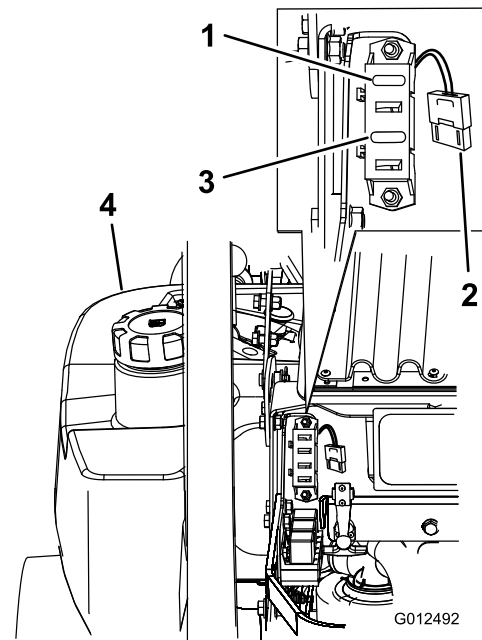

Figure 71
1. Déverrouillez et soulevez le capot pour accéder au porte-fusibles (Figure 71).
3. Remplacez le fusible (Figure 71).